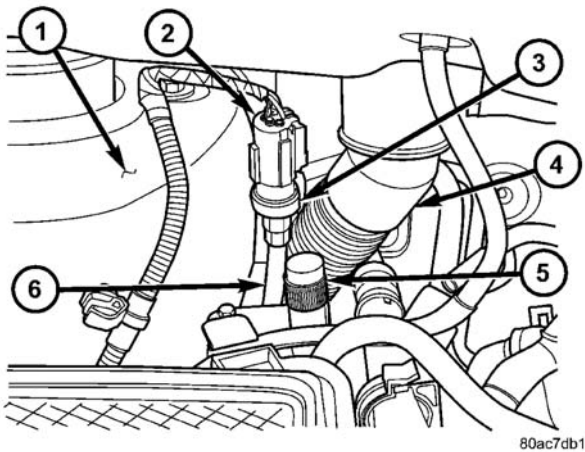

图3 空调压力传感器
- （2）从传感器接头插座上断开用于空调压力传感器的大灯和仪表板线束接头（图3）。